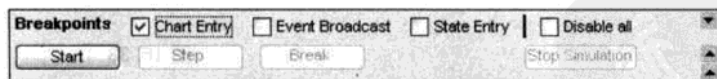
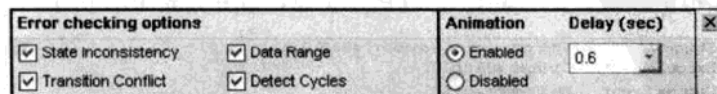

图 16.33 单击按钮 Start 前
图 16.34 单击按钮 Start 后
(3) 放好 Stateflow Debugging 窗口的位置, 以便能够同时看到 Stateflow Debugging 窗口、Simulink 模型窗口和 Controller Stateflow 图表窗口。
(4) 在 Stateflow Debugging 窗口中, 单击按钮 Start 按钮运行仿真, 如图 16.33 所示。当仿真开始时, Start 按钮被重新命名为 Continue 按钮。但此时 Continue 和 Step 按钮均不可用, 这就意味着 Controller 图表处于非激活状态, 在等待事件的发生, 如图 16.34 所示。